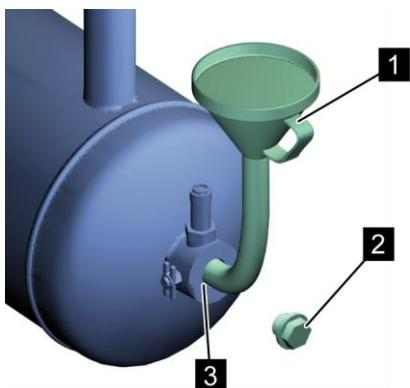

Рис. 37: Заливной штуцер (винтовой компрессор с частотным преобразователем)
8. При помощи воронки (Рис. 37/1) залейте охлаждающую жидкость до заливной кромки заливного штуцера (Рис. 37/3).
10. Вставьте резьбовую пробку наливного отверстия (Рис. 37/2) и затяните ее «Приложение В «Моменты затяжки винтов» на странице 119».